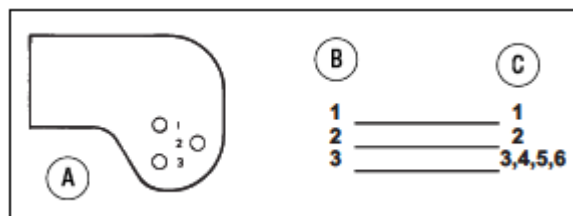

Рис. 34:
3. Посмотрите на кронштейны копирующих колес. Каждый кронштейн имеет три пронумерованных отверстия. Номера положений высоты рядом с рычагом соответствуют номерам отверстий на кронштейнах (рис. 34).
4. Вставьте осевые болты в соответствующие отверстия кронштейнов (рис. 34).